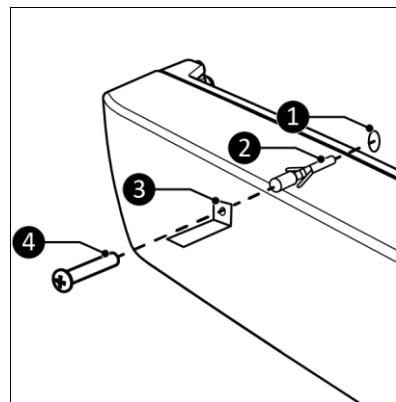

Abbildung 8
9. Legen Sie die Halterung (Abbildung 8, Pos. 3) oben auf das Heizgerät mit der kurzen Seite zur Wand.
10. Markieren Sie die Position für das Loch auf der Wand (Abbildung 8, Pos. 1).
12. Bohren Sie ein 10-mm-Loch an der markierten Stelle (Abbildung 8, Pos. 1).
13. Führen Sie den Dübel in das Loch ein (Abbildung 8, Pos. 2).
15. Schrauben Sie die Halterung (Abbildung 8, Pos. 3) fest an die Wand (Abbildung 8, Pos. 4).